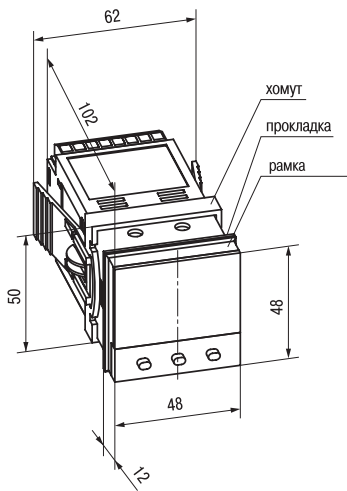

Рис. 1
3.1.1. Прибор TPM101 изготавливается в пластмассовом полупрозрачном корпусе (рис. 1).